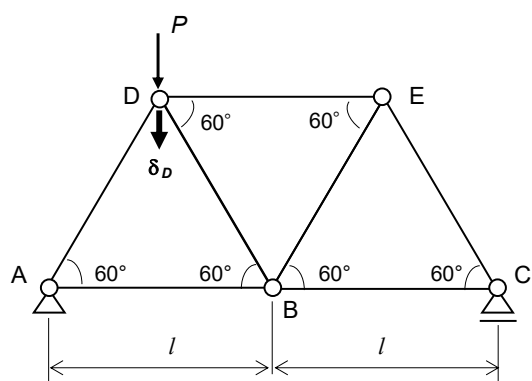

図3 節点 D で集中荷重を受けるトラス構造
3. 図3の载荷状態において部材力が、 $N_{AD} = -\frac{\sqrt{3}}{2}P$ 、 $N_{AB} = \frac{\sqrt{3}}{4}P$ 、 $N_{BD} = -\frac{\sqrt{3}}{6}P$ 、 $N_{DE} = -\frac{\sqrt{3}}{6}P$ 、